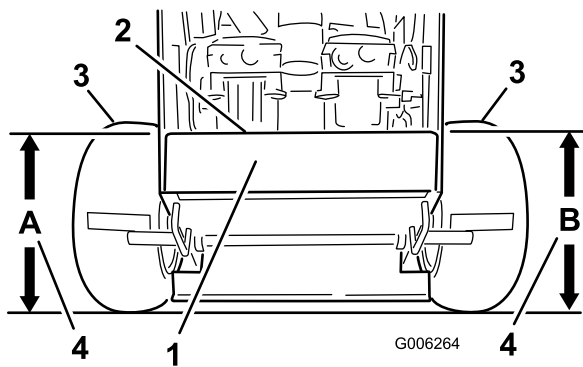

Figure 56
4. Mesurez la hauteur du plancher moteur au point **A** (Figure 56).
5. Mesurez la hauteur du plancher moteur au point **B** (Figure 56).